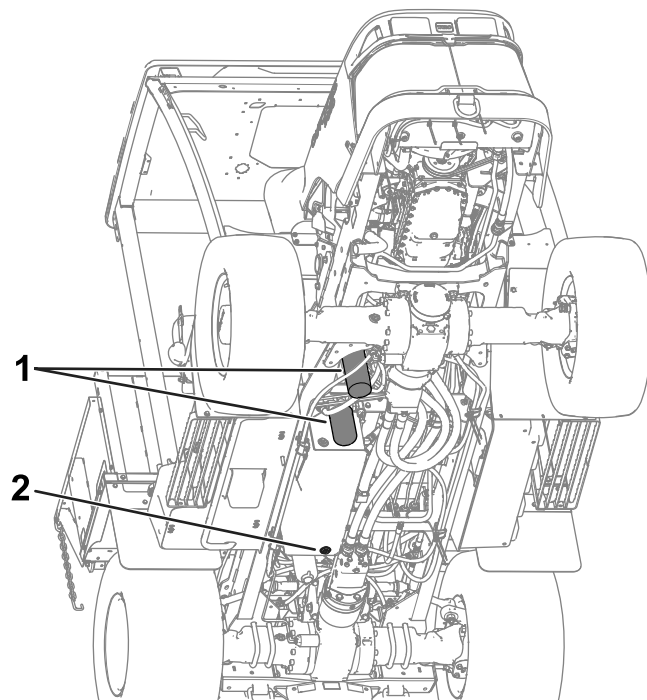

図 114
5. 油圧オイルタンク底面にあるドレンプラグを取り外して流れ出すオイルを大きな容器で受ける 図 114。
8. フィルタの下に廃油受けを置いてフィルタを外す 図 114。